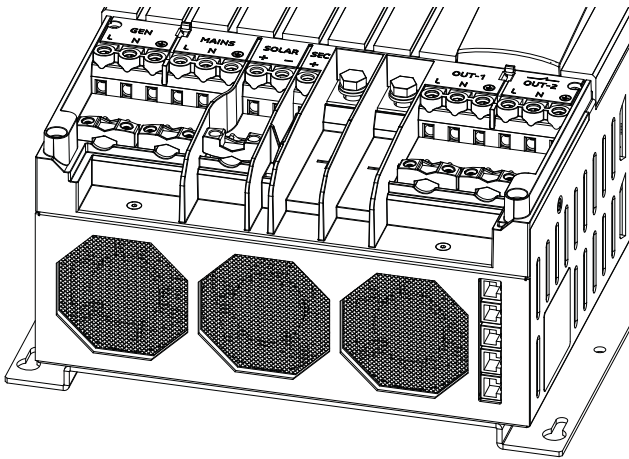

Figure 5-3 : couvercle frontal retiré
- 2 Soulever le couvercle du boîtier ; voir figure 5-3.